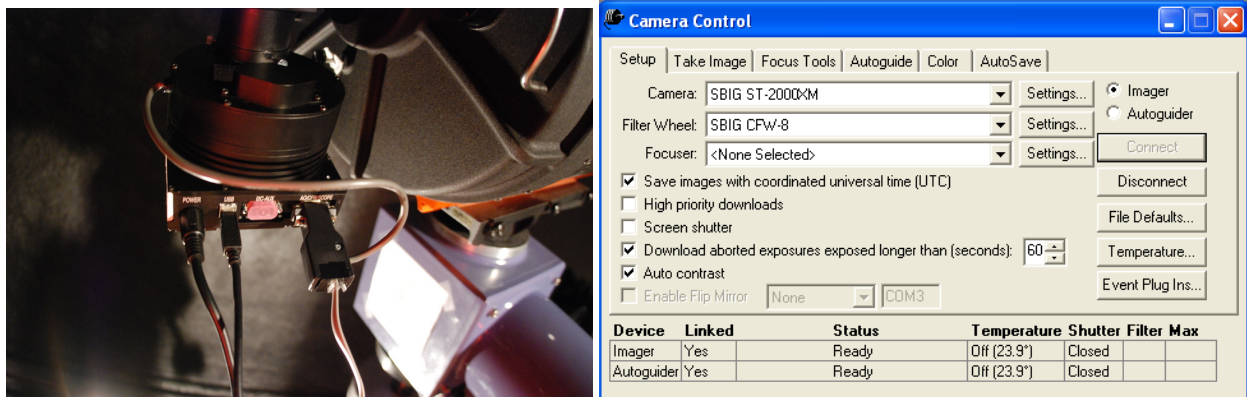

FIG. 6 – La Caméra SBIG ST2000XM reliée au télescope et au PC (gauche) et configuration de la CCD : Etablissement de la liaison avec le PC (droite)
ainsi qu'au PC (cable USB). Le branchement de la CCD doit alors être identique à celui de la Fig. 6.
3. Lancer le logiciel SBIG CCDSOft. Pour établir la liaison entre la CCD et le PC, cliquez sur "Camera" puis "Setup". Dans l'onglet "Setup" de cette fenêtre "Camera Control", cliquez sur "Connect". Vérifiez que l'imageur et le capteur d'autoguidage sont bien reliés (Linked : *yes* et status : *ready*, voir Fig. 6).